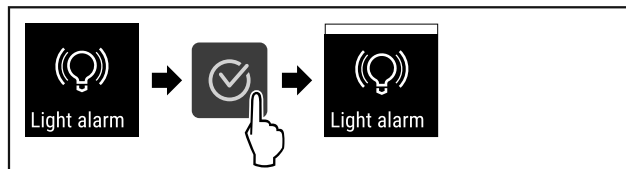

Fig. 119
- ▶ Выполните шаги действия (см. Fig. 119).